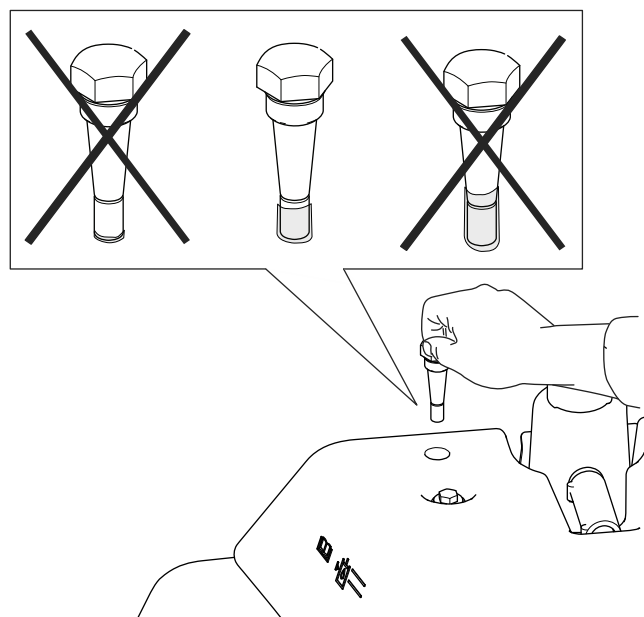

Figure 56
- Ressortez la jauge et contrôlez le niveau de liquide. Il est suffisant s'il se situe entre les deux repères sur la jauge. Si le niveau de liquide n'est pas entre les repères maximum et minimum, rectifiez le niveau (Figure 56).